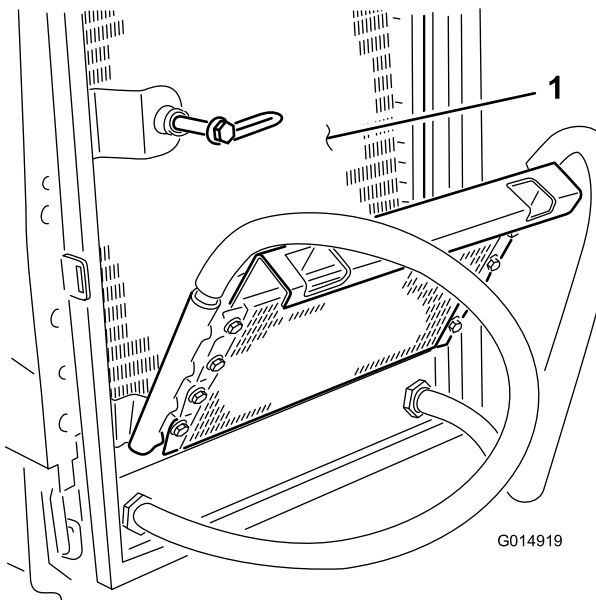

Figure 44
7. Nettoyez soigneusement les deux côtés du refroidisseur d'huile et du radiateur (Figure 44) à l'air comprimé.